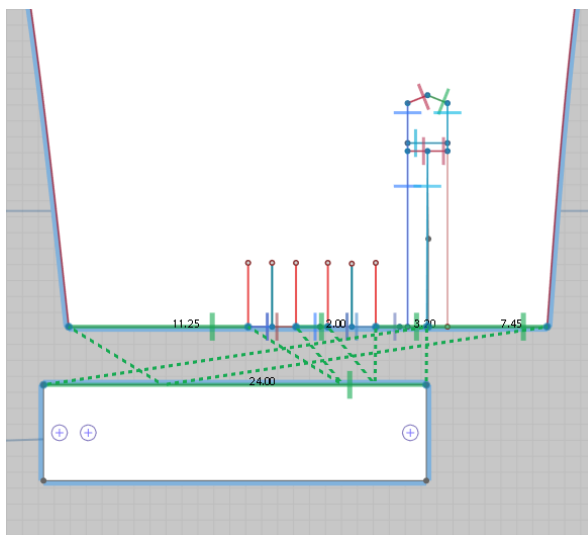

图 4-2-41 袖克夫 1: N 缝合
③ 选择 2D 视窗工具栏中“ (自由缝纫)”工具，左键单击领座底线左端点，沿底线移动至右端点单击，选中领座底线。
④ 按住“Shift”键，从左前片领口前颈点单击，沿领口线移动至侧颈点；然后从过肩领口左端点单击，沿领口线移动至右端点单击；再从右前片侧颈点单击，沿领口线移动至前颈点单击；松开“Shift”键，完成领座与衣身的缝合。
⑤ 选择 2D 视窗工具栏中“ (自由缝纫)”工具，左键单击袖克夫缝合线右端点，沿缝合线移动至左端点单击，选中缝合线。
⑥ 按住“Shift”键，从衣袖袖口与袖衩交点单击，沿衣袖袖口向左移动至第一个褶右端点单击；跳过第一个褶，然后从第一个褶左端点单击，沿衣袖袖口向左移动至第二个褶右端点单击；跳过第二个褶，然后从第二个褶左端点单击，沿衣袖袖口移动至袖口与侧缝交点单击；再从另一侧缝与袖口交点单击，沿袖口向左移动至袖口与袖衩交点处单击；松开“Shift”键，完成袖克夫与衣袖的缝合，如图 4-2-41 所示。